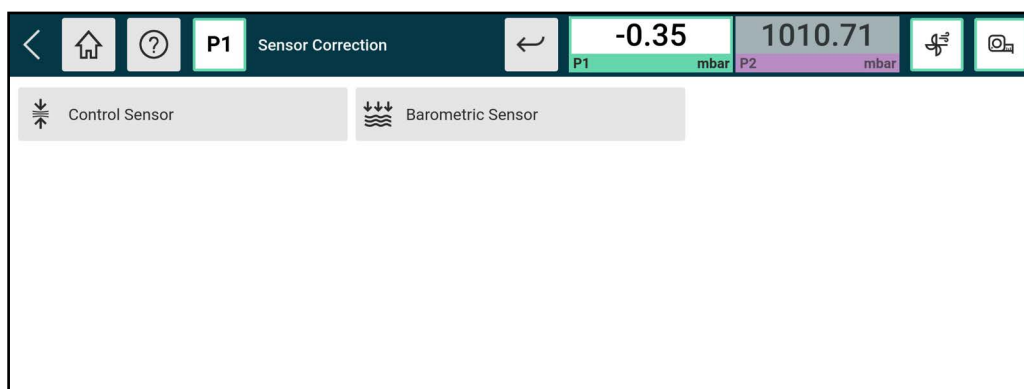

Figura A-7: Pantalla de corrección de sensores
- **Corrección de sensores** - selecciona la **pantalla de corrección** de sensores (ver Figura A-7).
Figura A-7 muestra la **pantalla de Corrección** de Sensores, donde seleccionas el sensor a comprobar o ajustar. Esto puede ser el Sensor de Control o el Sensor Barométrico como se muestra, u otros instalados en los módulos de Control. Para encontrar esta pantalla, selecciona el **icono de Configuración**, luego **Calibración** e introduce el PIN de calibración, después selecciona **Corrección del Sensor**.